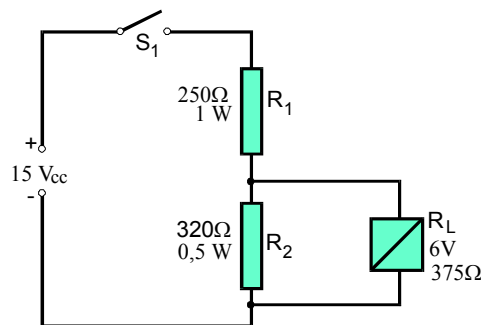

Fig.11 Divisor de tensão.
Segundo o esquema apresentado na **Fig.11**, o divisor de tensão reduz uma tensão de alimentação de 15V (na entrada) para 6V (na saída) que serve para operar o relé (RL). A ligação da chave S_1 deve provocar a operação do relé instantaneamente. Entretanto, quando a chave S_1 é ligada, o relé (RL) não opera.